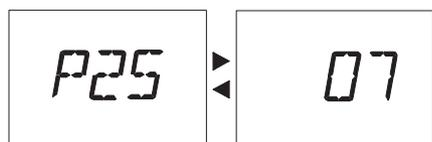

Рис. 44
- 3 На ЖК-дисплее параметр **P25** чередуется с **07** (Рис. 44).